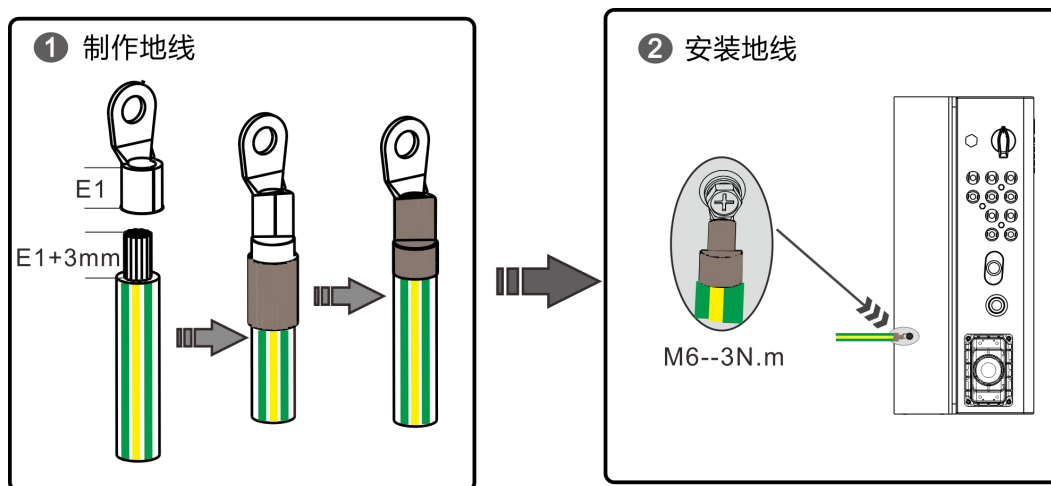

图 3-1 缆制作示意图（OT 端子）
SN 光伏逆变器外部电缆包含直流输入电缆、交流输出电缆、通讯线缆、保护接地线，进线分布见图 3-1，线缆说明详见表 3-1，客户需要自备线缆如表 3-2 所示。
- (4) 用热风枪吹紧热缩套管，使其裹紧端子和线缆，线缆制作完成（其制作过程如图 3-1 步骤①所示）；
- (5) 将接地线 OT 端子用 M6 的螺钉紧固在接地接口处，紧固力矩 5N.m（具体参考图 3-1 步骤②）。